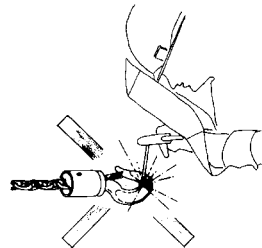

Abb. 5
- Schweißarbeiten an Haken und Seil sind verboten. Das Seil darf nicht als Erdleitung bei Schweißarbeiten verwendet werden (s. Abb. 5).